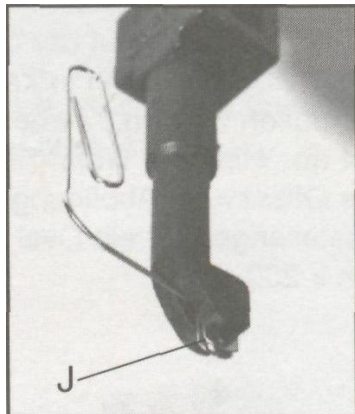

Рис. 4.
Сдвиньте колесо из карбида вольфрама в бороздку (J), Рис. 4. Установите базу сверху чистого куска стекла размером больше детали, которую Вы хотите вырезать. По периметру должно
При соответствующем уходе и отсутствии повреждения режущее колесо будет служить Вам в течение долгого времени, однако в случае необходимости его легко заменить. Достаньте колесо и его металлический зажим (J) из паза в режущей головке при помощи скрепки, как показано на Рис. 4. Вставьте запасное колесо (заказ #03-131) в паз до упора.